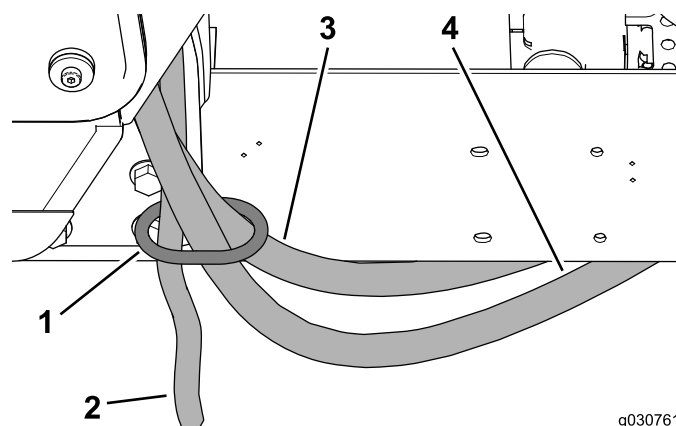

Figura 38
4. Disponete i flessibili per il riscaldamento e il flessibile di spurgo attraverso l'anello del flessibile sul supporto posteriore della cabina (Figura 38).